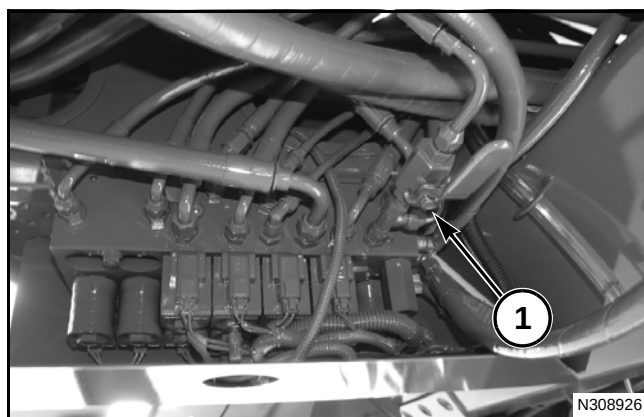

FIG. 3
**FIG. 3:** Gire la manija en la válvula de bola inferior de la abrazadera (11) hasta la posición abierta. La válvula de bloqueo está situada en la parte delantera derecha de la válvula auxiliar.